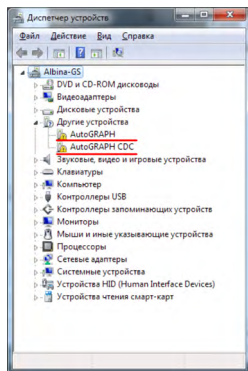

Рис.1
- Система автоматически найдет новое оборудование (рис. 1).